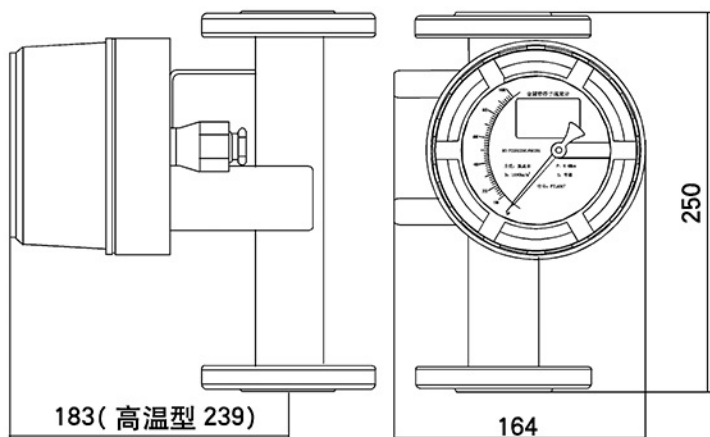

图 2 标准型
4) 对于流量计入口介质的压力不稳，尤其用于气体的测量，为保证精度和使用寿命，应选用阻尼结构 ($\cdots/\text{Z}/\cdots$)。（见阻尼型结构图 2）